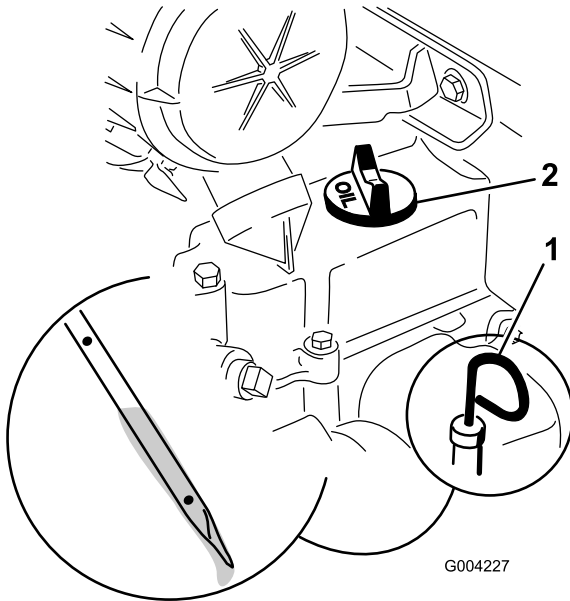

Bild 17
4. Reinigen Sie den Bereich um den Ölpeilstab (Bild 17).
5. Ziehen Sie den Peilstab heraus und wischen Sie das Metallende ab (Bild 17).
6. Schrauben Sie den Ölpeilstab vollständig in das Peilstabrohr (Bild 17).
8. Machen Sie, wenn der Ölstand niedrig ist, rund um die Öleinfüllverschlusskappe sauber und entfernen Sie die Kappe (Bild 17).